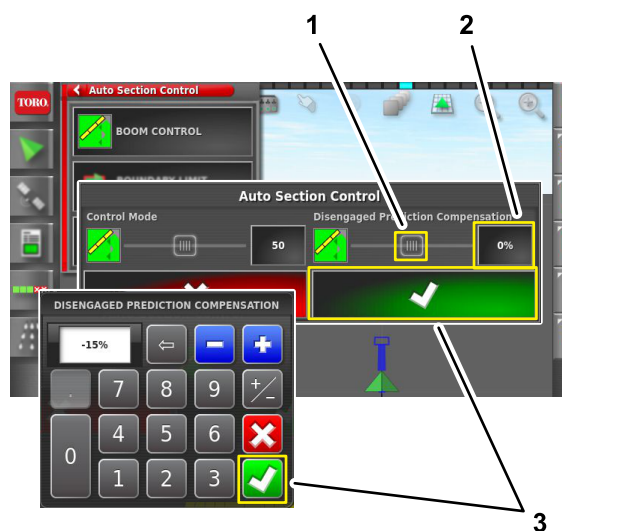

Figura 110
3. Regolate l'impostazione Compensazione della previsione disattivata (Figura 110) come segue:
- Premete l'icona VALORE; inserite un valore positivo (+), neutro (0) o negativo (-) con il tastierino sullo schermo; quindi premete l'icona di conferma (Figura 110).
- Fate scorrere il cursore sullo schermo a sinistra o a destra (Figura 110).